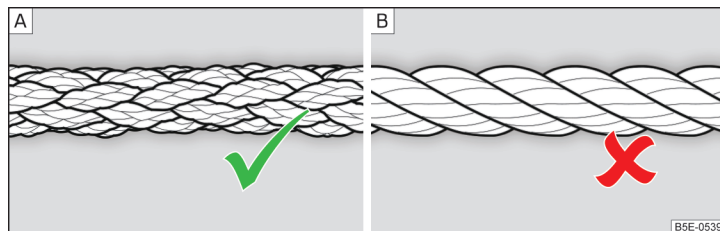

Fig. 327 **Cablul de tractare împletit/cablul de tractare înfășurat**
Pentru tractarea cu ajutorul unui cablu se va utiliza numai un cablu de tractare din fibre sintetice, împletit » fig. 327 - **A** » .
- La tractare nu utilizați cablu de tractare înfășurat » **fig. 327** - [B], cârligul de tractare s-ar putea desface la autovehicul - există pericol de accident.